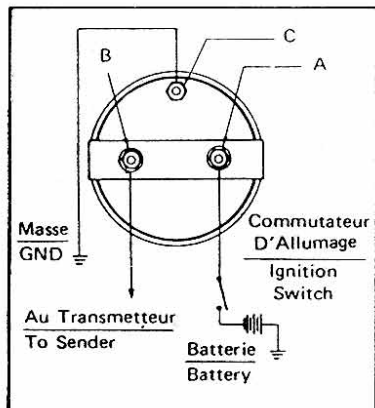

FIGURE 1
1. Si la jauge a TROIS BORNES: (A) pour raccordement au commutateur d'allumage, (B) pour raccordement au transmetteur, (C) pour raccordement à la masse (et fixation du support du nécessaire d'éclairage 366-CH, si l'éclairage de la jauge est désiré). Voir Figure 1.
1. If gauge has THREE TERMINALS: (A) for wire to ignition, (B) for wire to sending unit, (C) for wire to ground and if lighting is desired (Kit 366CH for 12v or 836232-11 for 24v.) See Figure 1.